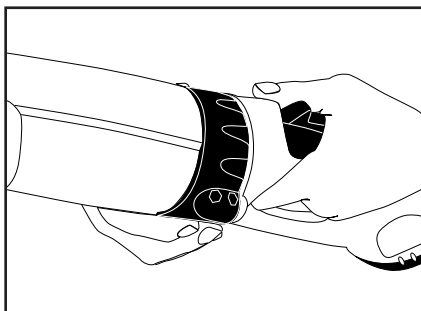

Figura 3
3. Agarre el accesorio de la herramienta firmemente con una mano (no lo agarre de una parte giratoria como el mango auxiliar) y gire el aro de seguridad que está en el mango de potencia hasta la posición de bloqueo con la otra mano. (ver figura 3)